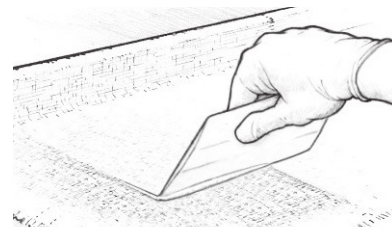

图25 在环氧树脂开始凝胶之前，刮除其多余部分。
6. 在首批开始凝胶前，刮掉多余的环氧树脂（图25）。使用均匀受压的、交叠的击打方式，缓慢地以低角度（几乎平坦）拖动涂抹器至织物上。使用足够的压力去除多余的环氧树脂，以使织物浮出表面，但这些压力不足以产生干斑。过量的环氧树脂看起来是一片光亮的区域，而适当湿润的表面看起来均匀透明，具有光滑的织物纹理。随后，环氧树脂的涂层会充满织物的编织层。